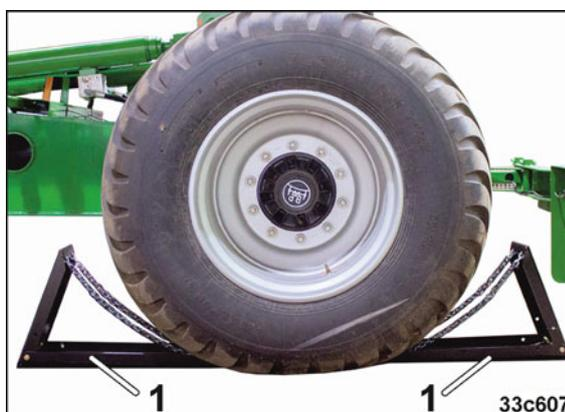

Fig. 154
10. Die Maschine mit zwei Unterlegkeilen (Fig. 154/1) sichern.